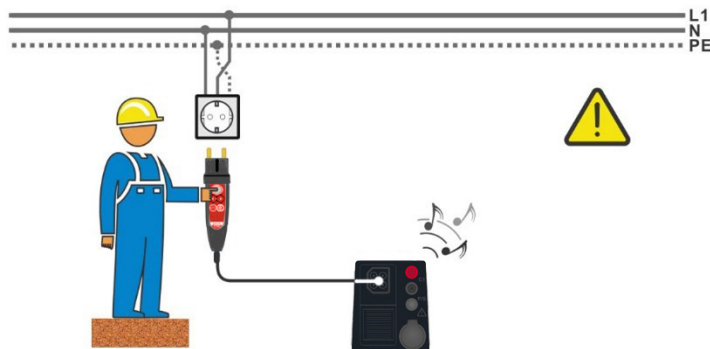
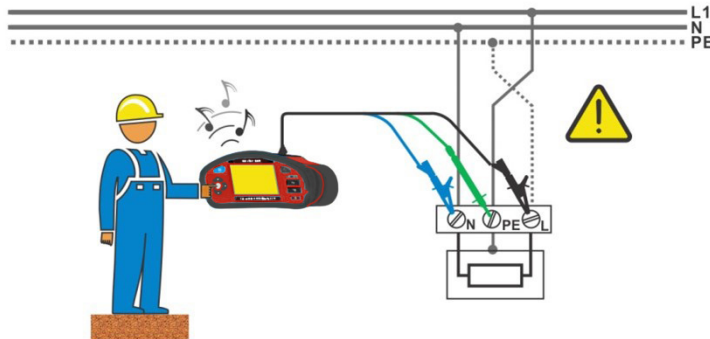

Abbildung 1.1: Vertauschte Leiter L und PE (Commander-Prüfstecker)
Abbildung 1.2: Vertauschte Leiter L und PE (Verwendung der 3-Leiter Prüflleitung)
- › Schließen Sie die Prüfleitungen am Prüfobjekt an, siehe **Abbildung 1.1** und **Abbildung 1.2**.